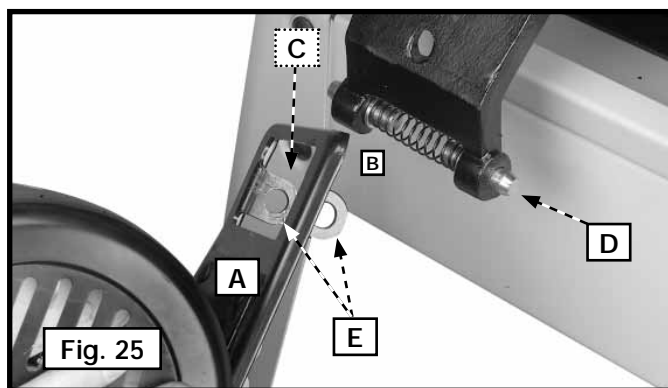

Fig. 25
1. Positionner le moteur et le plateau de montage moteur (A) fig. 25 sous le support (B) pour permettre au bras de s'engager dans la grande ouverture (C) du plateau de montage du moteur (A).
2. Enfoncer les goupilles comme illustrées en (D) fig. 25, de chaque côté du support (B). Soulever le plateau de montage moteur (A) jusqu'à ce que les goupilles (D) s'engagent dans les trous (E) fig. 25 du plateau de montage (A).